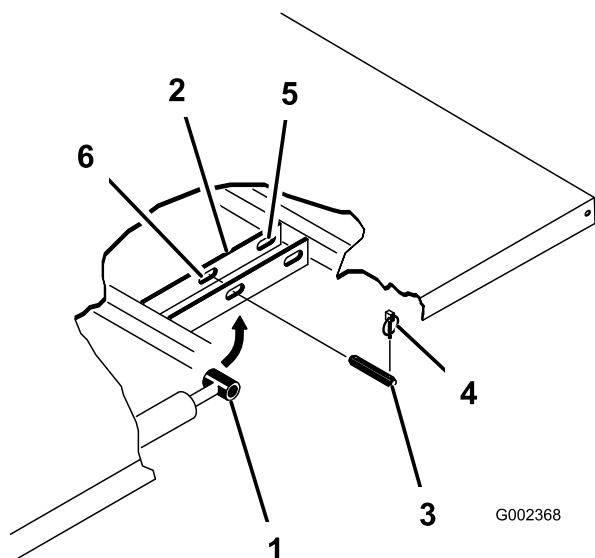

Figura 32
2. Rimuovete gli acciarini dalle estremità esterne dei perni con testa dell'asta del cilindro (Figura 32).
3. Rimuovete i perni con testa che fissano le estremità dell'asta del cilindro alle piastre di fissaggio del pianale, premendoli verso l'interno (Figura 32).
4. Rimuovete gli acciarini ed i perni con testa che fissano le staffe orientabili ai profilati del telaio (Figura 32)